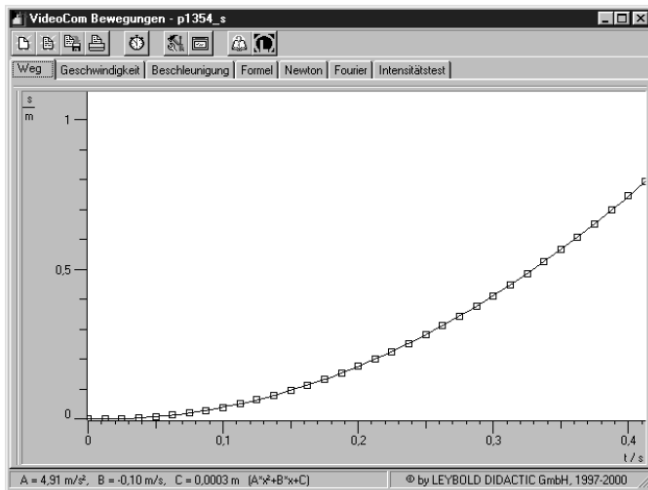

Fig. 3 Diagramme distance-temps du corps de chute
La fig. 3 montre le diagramme distance-temps réalisé pour le corps de chute. La distance parcourue  $s$  ne dépend pas linéairement du temps  $t$ . La subordination au temps correspond bien plus à une parabole (cf. (I)).